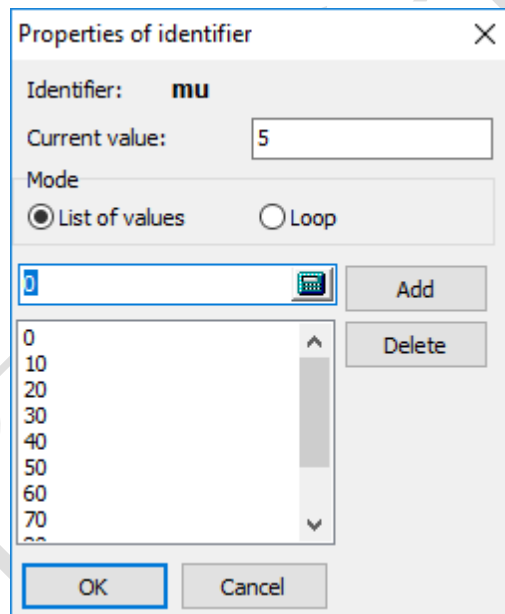

图 2.5 设置参数值
2. 弹出 **Parameter values** 窗口，依次添加{0, 10, 20, 30, ……，100}共 11 个参数值，如图 2.5 所示。